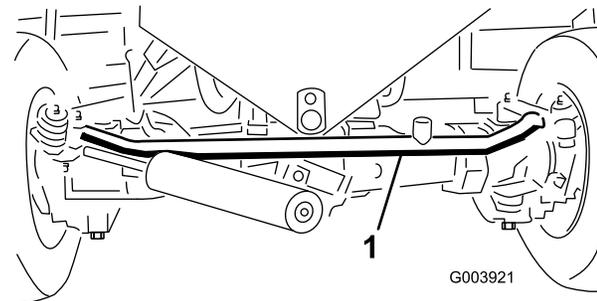

Figure 66
3. Desserrez les fixations aux deux extrémités de la biellette (Figure 66).